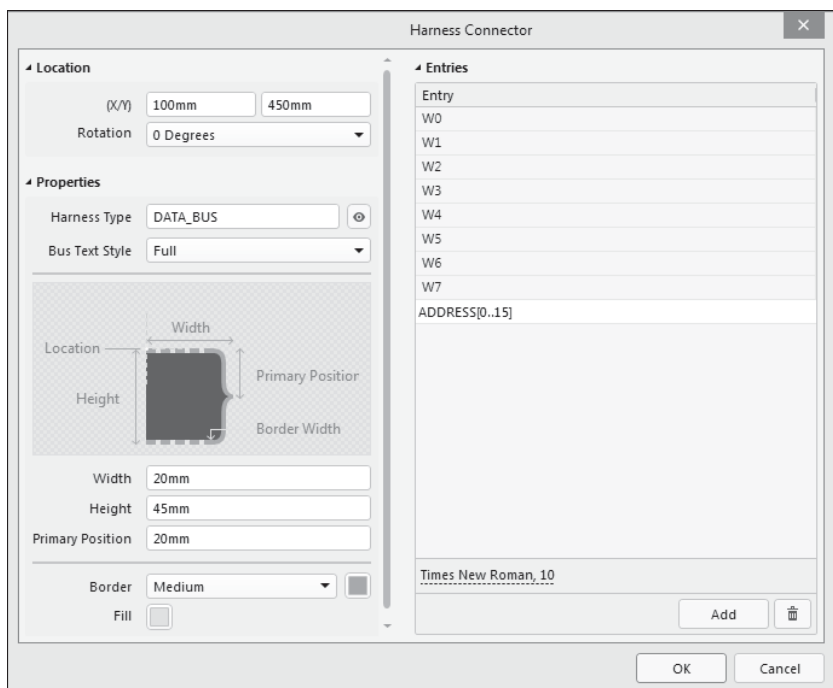

Рис. 4.29. Диалоговое окно редактирования соединителя жгута
2. Поместить изображение-шаблон на лист схемы и двойным щелчком левой кнопки мыши открыть диалоговое окно редактирования объекта **Harness Connector** (рис. 4.29). В этом окне настроить: